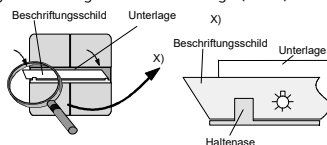

Bild 6
Piktogramme einlegen (Bild 6)
- Piktogramm einlegen auf die Unterlage (Bild 6).